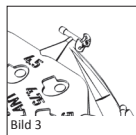

Bild 3
■ **Bild 3** Den tolk som valts ut till mätning skärs av med en mikrosax och transporteras med en sugare eller annat mikrokirurgiskt instrument in i mellanörat.